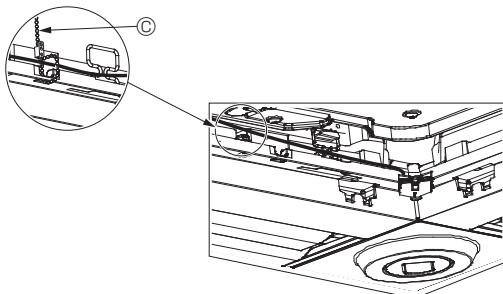

Fig. 5-13
- Fixez les fils du capteur i-See et du récepteur de signal au panneau à l'aide des fixations, comme indiqué sur le schéma, de sorte qu'il n'y ait pas de mou au niveau des fils, puis coupez le fil qui dépasse aux extrémités de la fixation. (Fig. 5-13)
- Si la position du capteur i-See a été permutee de la position "○" (E) à la position "□" (F), changez le paramétrage des commutateurs. (Voir page 9.)